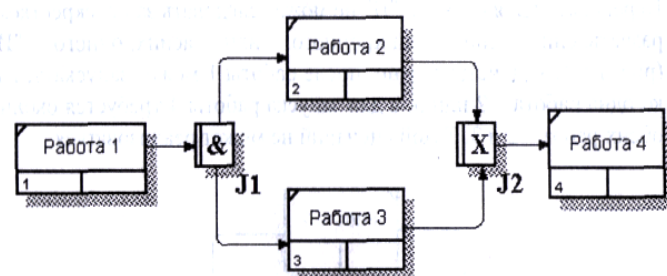

Рис. 95. Неверное размещение перекрестков. Перекресток для слияния "ИЛИ" не может следовать за перекрестком для разветвления типа исключающего "И"
4. Перекресток для слияния типа исключающего "ИЛИ" не может следовать за перекрестком для разветвления типа "И" (рис. 95). Здесь после завершения работы 1 запускаются обе работы – 2 и 3, а для запуска работы 4 требуется, чтобы завершилась одна и только одна работа – или 2, или 3.